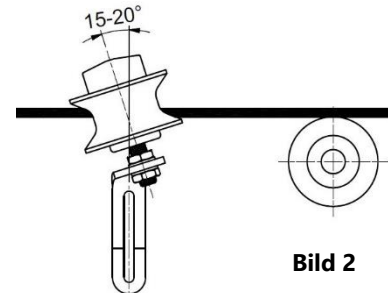

Bild 2
- Om fästena 3303/3304 används skall de monteras vertikalt, se bild 2. Då får kantstödsrullen en lutning som gör att livslängden är optimerad då midjan slits över hela ytan av bandet.